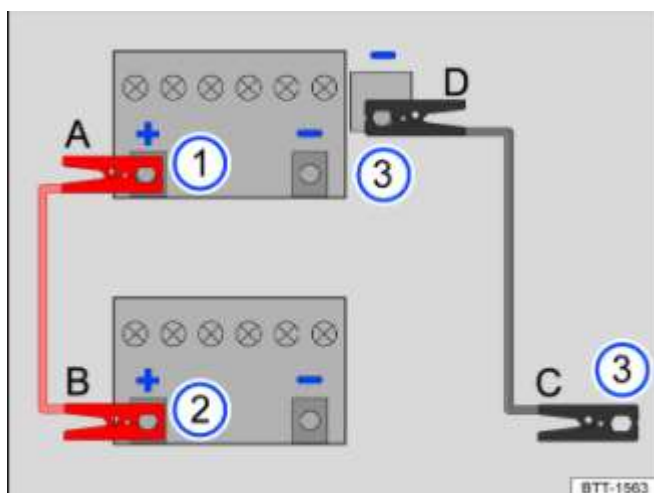

Fig. 176 Schéma de branchement des câbles de démarrage
Respectez l'ordre de branchement des câbles de démarrage **A - B - C - D** → Fig. 176.
- Raccordez une extrémité du câble de démarrage *rouge* **A** à la borne positive + de la batterie du véhicule dont la batterie 12 V est déchargée → Fig. 176 (1) → Comment effectuer un démarrage de fortune.
- Raccordez l'autre extrémité du câble de démarrage *rouge* **B** à la borne positive + du véhicule fournissant le courant → Fig. 176 (2).
- Raccordez une extrémité du câble de démarrage *noir* **C** de préférence à une prise de démarrage de fortune (raccord à la masse) ; sinon, branchez-la à une pièce métallique épaisse vissée sur le bloc-cylindres ou au bloc-cylindres lui-même du véhicule fournissant le courant → Fig. 176 (3).
- Sur le véhicule dont la batterie 12 V est déchargée, raccordez l'autre extrémité du câble de démarrage *noir* **D** de préférence à la prise de démarrage de fortune (raccord à la masse) ; sinon, raccordez-la à une pièce métallique épaisse fermement vissée sur le bloc-cylindres ou au bloc-cylindres lui-même → Fig. 176 (3) → Comment effectuer un démarrage de fortune.
- Les moteurs tournant, débranchez les câbles de démarrage uniquement dans l'ordre **D – C – B – A** ➔ Fig. 176.